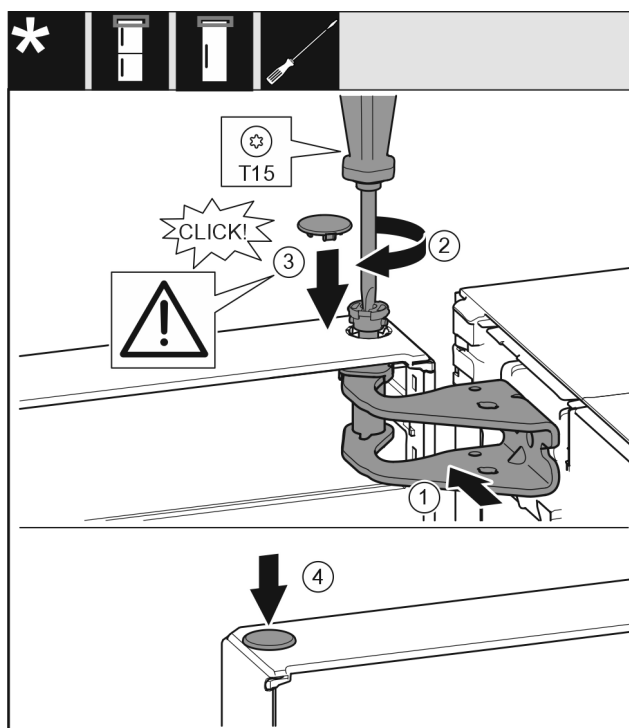

Fig. 20
- Dveře nahoře vyrovnejte s otvorem ve stojanu ložiska Fig. 20 (1).
- Vložte čep Fig. 20 (2) a pevně jej utáhněte šroubovákem.
- Nasad'te kryt Fig. 20 (3).
- Zkontrolujte, zda kryt Fig. 20 (3) doléhá na dveře.
- Nasad'te kryt Fig. 20 (4).